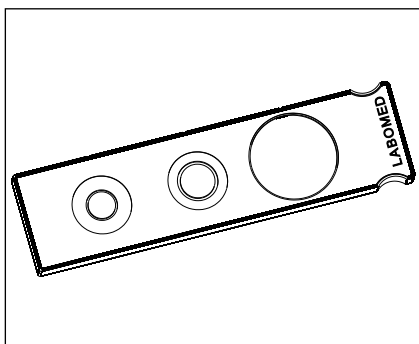

Fig. 7
1. Tenere il cursore fase rivolto verso l'alto (LABOMED scritta lato rivolto verso l'alto) con il dito a destra e farla scorrere dentro delicatamente nell slot. Come mostrato in Fig. 7.